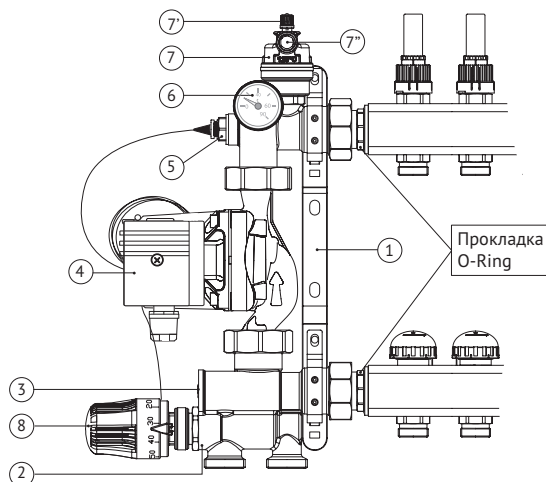

Рис. 2
Чёрный колпачок сверху (см. рис. 2 поз 7') – это запорный элемент ручного воздухоотводчика.
Серый винтик сбоку (см. рис. 2 поз 7'') – это запорный элемент автоматического воздухоотводчика.
2. При помощи монтажного кольца головки закрепите её на смесительном клапане (рис. 2 поз. 2).
3. Поместите датчик в гнездо температурного датчика (рис. 2 поз. 5).
Рск - потеря давления в смесительном клапане определяется по диаграмме гидравлических характеристик (рис. 3). Расходу 1032 л/ч соответствуют 6 разных кривых Рск при разных настройках байпаса (рис. 2 поз. 3): чем меньше открыт байпас, тем быстрее достигается требуемая температура на подаче, и наоборот, при максимально открытом байпасе увеличивается расход и одновременно сокращается колебание температуры подачи, связанное с открытием-закрытием различных зон, на которые разделяется система отопления.
Температура подачи низкотемпературного контура отопления задаётся на термостатической головке (рис. 2 поз. 8), с диапазоном установки от 20 до 65 °С, и поддерживается постоянной благодаря действию термостатического клапана. Термостатический элемент головки подключён с помощью капиллярной трубки к погружному датчику.